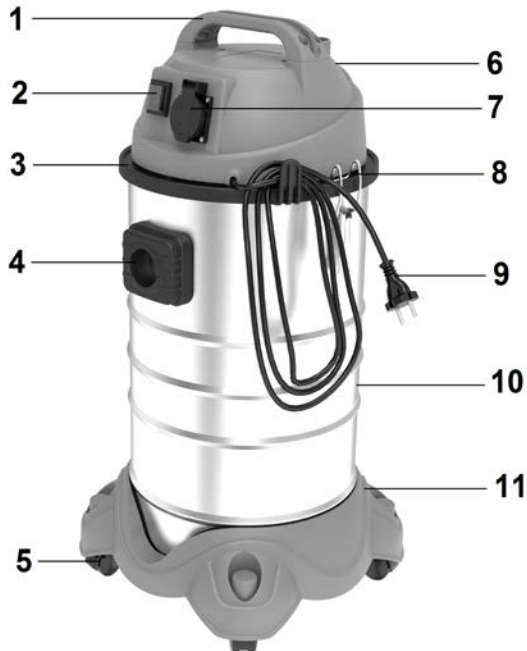

Рис. 1
УСТРОЙСТВО И КОМПЛЕКТАЦИЯ ПЫЛЕСОСА (Рис.1)
- Перед отключением пылесоса от сети всегда переводите выключатель (2; рис.1) в положение «**О**» (ВЫКЛЮЧЕНО).
- Запрещается переделывание розетки пылесоса (7; рис.1), а также подключение к ней инструмента через переходники или разветвители.
1. Переверните бак пылесоса (10; рис.1) дном вверх.
2. Установите поворотные ролики (5; рис.1) в специальные отверстия в основании бака пылесоса, расположенные в передней части дна.
4. Отщелкните два фиксатора (8; рис.1), расположенных сверху, по обе стороны бака пылесоса.
5. За ручку (1; рис. 1) снимите голову пылесоса (блок с электродвигателем).